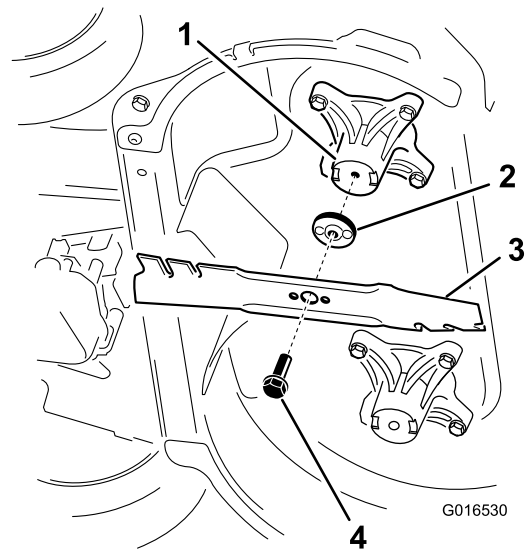

Figure 44
- Déposez chaque lame comme montré à la Figure 44.
1. Posez la première lame de sorte qu'elle soit horizontale, avec toutes les fixations, comme montré à la Figure 44.